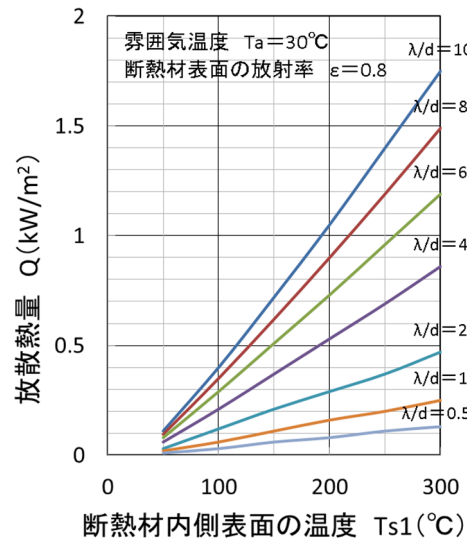
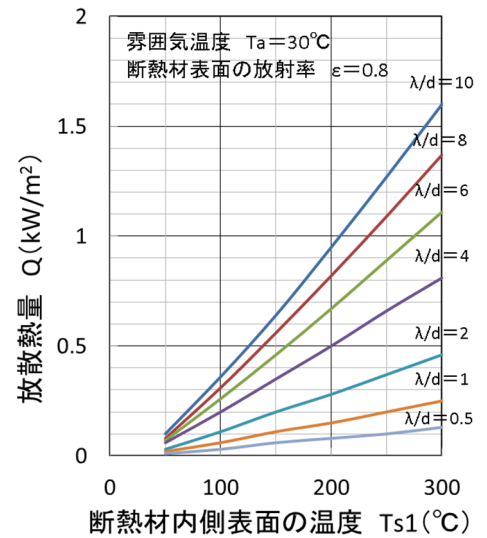
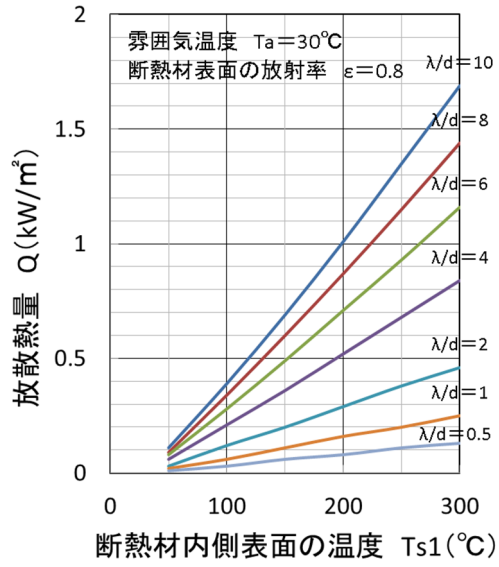
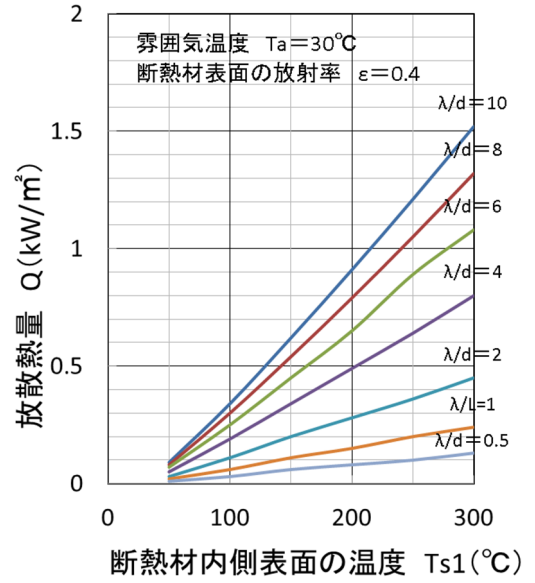

図4. 断熱材表面からの放散熱量
図5. 断熱材表面からの放散熱量
図 6. 断熱材表面からの放散熱量
図 7. 断熱材表面からの放散熱量
留意事項	<p>1. 放散熱量の算出方法 放散熱量 Q は対流によるものと放射によるものからなり、それらを伝熱係数の形で表せば、以下のような関係式となる。</p> $Q = (\alpha_c + \alpha_r) \times S \times (Ts1 - Ta) \quad (10)$ <p style="text-align: center;">ここで <math>\alpha_c</math>: 対流熱伝達率、 <math>\alpha_r</math>: 放射熱伝達率</p> <p>本分析シートでは、(10) 式を用いて放散熱量を算出している。 &lt;参考&gt; 放射熱量は</p> $Q_r = 5.67 \times 10^{-8} \times \epsilon \times \{(Ts1 + 273)^4 - (Ta + 273)^4\} \quad (11)$ <p>でもあり、(10) (11)より 放射熱伝達率 <math>\alpha_r</math> は</p> $\alpha_r = 5.67 \times 10^{-8} \times \epsilon \times \{(Ts1 + 273)^4 - (Ta + 273)^4\} / \{S \times (Ts1 - Ta)\} \quad (12)$ <p>と表示できる。</p> <p>2. 補強断熱材の内側 (炉体側) 表面温度 Ts1 は、炉の取付け面の温度と同じとみなす (断熱材と炉外壁の接触温度差が小さいとして無視) 3. 各種材料の放射率を参考図表欄 (表 1) に示すが、計測シートに提示する方法により、外壁の放射率を実測する方が好ましい</p> <p>4. 断熱材表面からの放散熱量 (図 3) の断熱材向きや放射率による影響については、参考図表の図 4、図 5、図 6、図 7 より補間修正することにより、推算いただきたい (<math>\lambda/d</math> が小さい場合は、差異がほとんど見られない)</p> <p>5. 断熱材選定時は耐熱温度に留意すること</p> <p>6. 非常操業が頻繁に行われる工業炉の場合、熱容量の小さい断熱材を選定する方が省エネとなる</p>
垂向面における断熱材表面からの放散熱量の放射率の影響を以下の図6、図7に示す。2) の放散熱量の向きによる影響の場合と同様、断熱材の放射率の放散熱量に与える影響は、 $\lambda/d$  が大の場合に大きい。